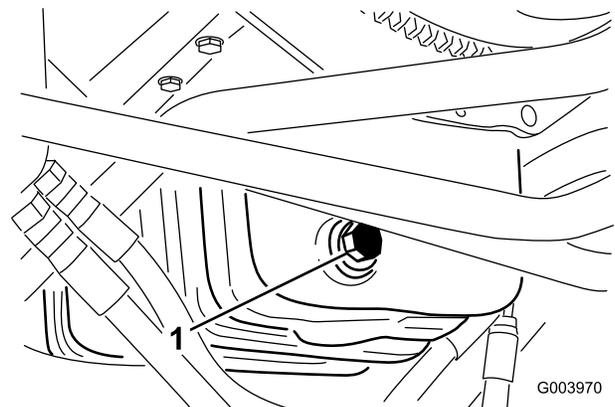

Figura 63
1. Retire el tapón de vaciado (Figura 63) y deje fluir el aceite a un recipiente apropiado.